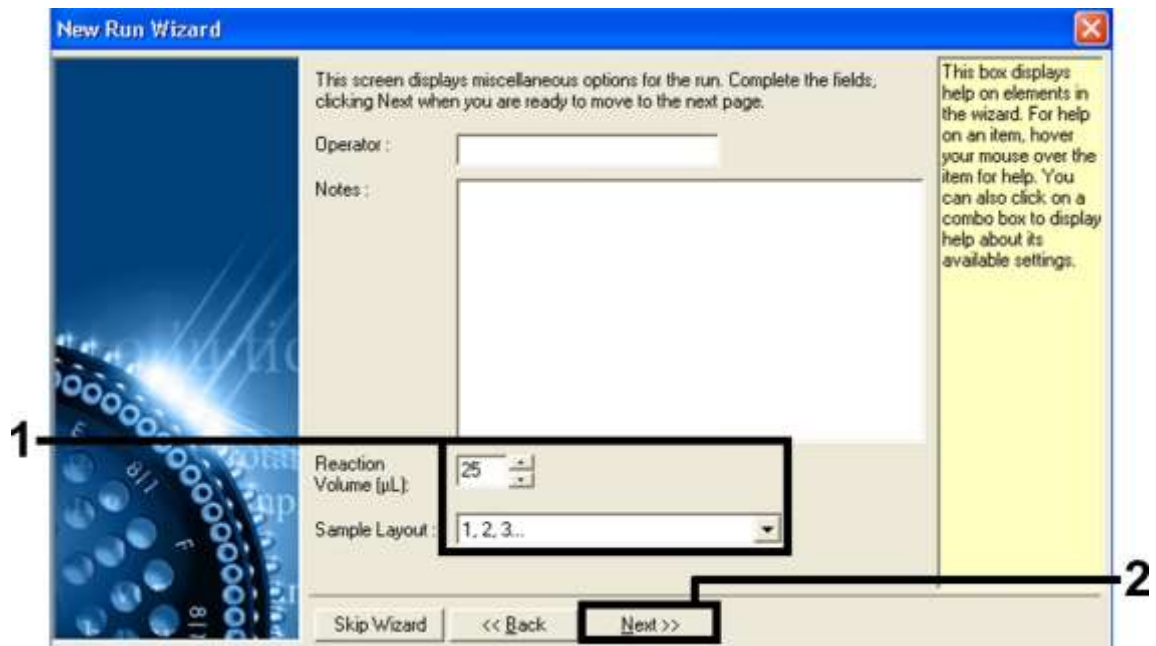

Figura 4. Establecimiento de los parámetros generales de la PCR.
7. Seleccione **25** como volumen de reacción de la PCR y haga clic en **“Next”** (Figura 4).